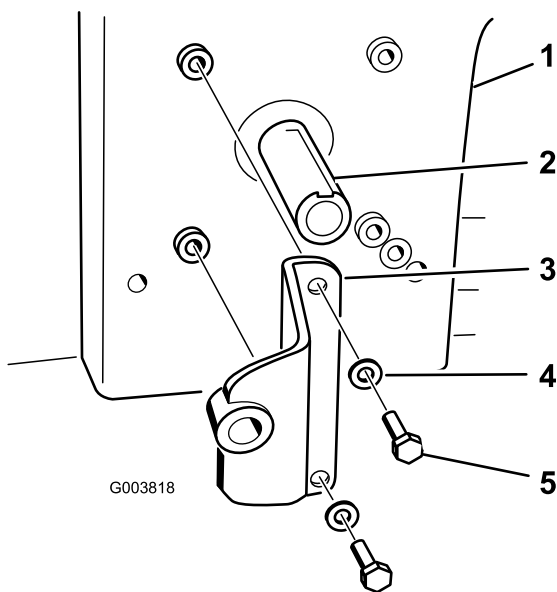

Figura 18
4. Instale el soporte de la bomba en el motor con 2 pernos (5/16 x 3/4 pulgada) y 2 arandelas (3/8 pulgada). Consulte en Figura 18 la posición correcta del soporte de la bomba.